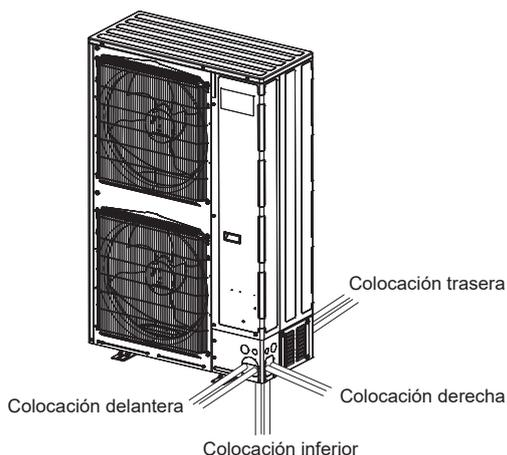

Fig. 4-10
- ① Realice las conexiones de los tubos de refrigerante de la unidad interior/externa con la válvula de parada de la unidad exterior completamente cerrada.
- ② Purgue el aire del sistema por succión en la unidad interior y tubos de conexión.
- ③ Coloque la cubierta frontal y la cubierta posterior de modo que coincidan con cada una de las direcciones por las que pasa la tubería. (Fig. 4-10)
- Cuando se traza el recorrido de la tubería utilizando una cubierta de tubería, corte la cubierta de la tubería (⑦ o ⑧) siguiendo la guía y envuelva los tubos. (Fig. 4-10)